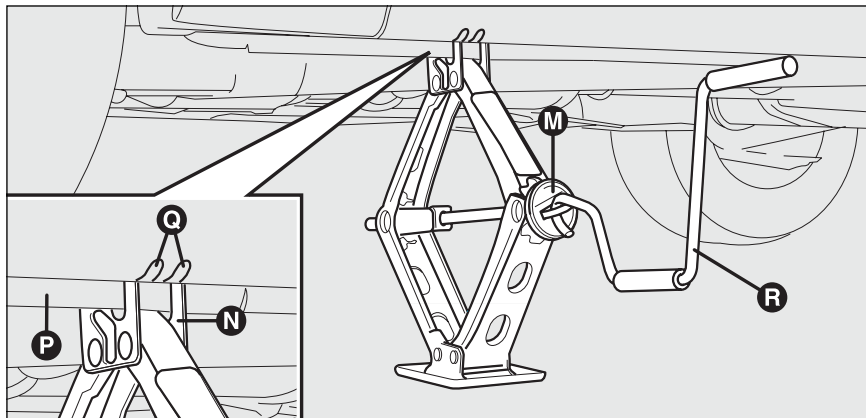

fig. 6
- draai de krik **M-fig. 6** omhoog, zodat de inkeping **N** aan de bovenzijde van de krik op de juiste wijze om het profiel **P** onder de carrosserie valt bij punt **Q** (op ongeveer 72 cm van het midden van de wielkuip voor of op 75 cm van het midden van de wielkuip achter);
- plaats de slinger **R-fig. 6** in de krik en krik de auto omhoog, totdat het wiel enige centimeters los van de grond is;
- draai de slinger **R-fig. 6** van de krik zodat de auto zakt, en verwijder de krik;